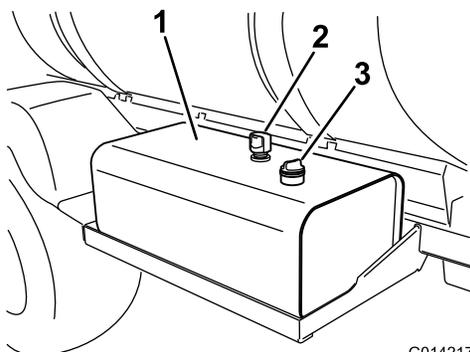

Figura 59
3. Limpe a zona em redor da tampa da vareta do depósito de óleo hidráulico e retire-a (Figura 59).